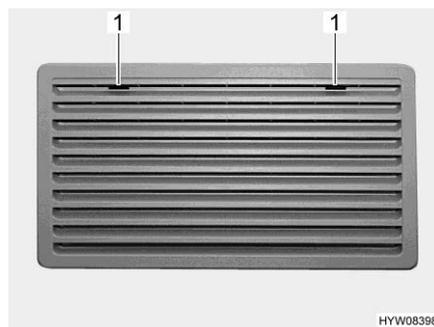
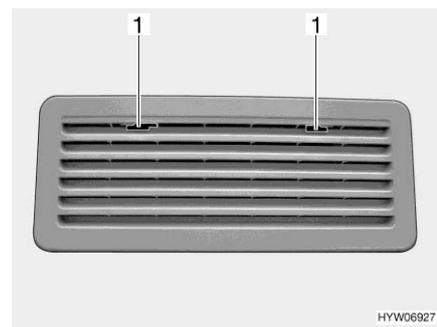

Bild 131 Kühltank-Lüftungsgitter
Bild 132 Kühltank-Lüftungsgitter
- Arretierung (Bild 131,1 oder Bild 132,1) zur Mitte schieben.